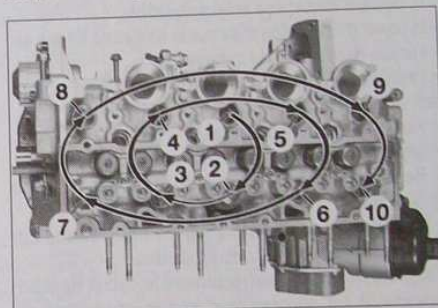

FIG.38
- Serrer les vis de culasse en respectant l'ordre et le couple de serrage (Fig.38).